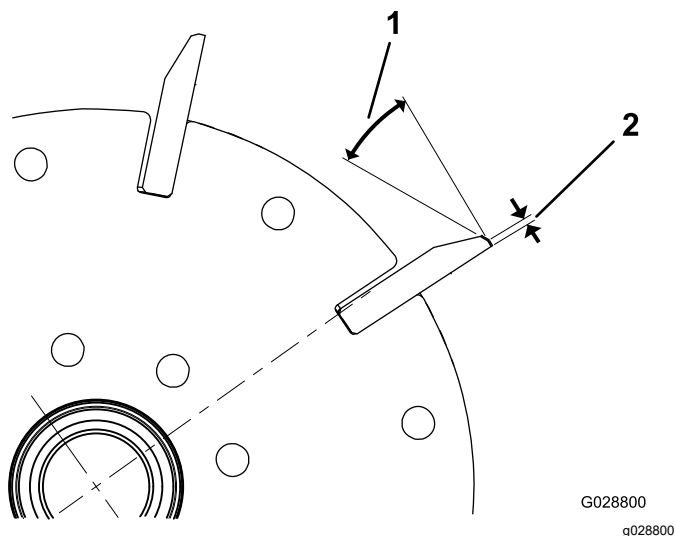

Figura 28
- Aplice uma amolação de retificação de 30° em todas as lâminas do cilindro até que a folga tenha uma largura de 0,8 mm. (**Figura 28**).